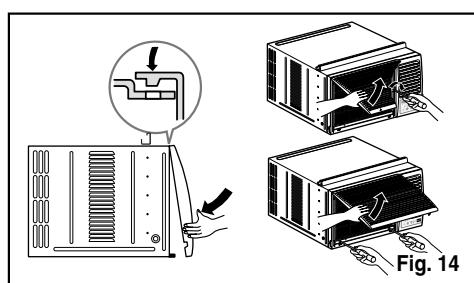

Fig. 14
8. Instale la rejilla frontal en el cabinete insertando la lengüeta en la rejilla a la lengüeta en el frente del cabinete. Empuje la rejilla hasta que se cierre con sonido de golpe. (Ver Fig. 14)